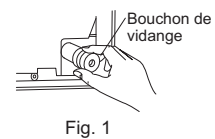

Fig. 1
- Le tuyau de vidange doit être dirigé vers le bas pour faciliter l'écoulement. (Fig. 1)
- Assemblez la conduite de réfrigérant et le tuyau de vidange, appliquez ensuite fermement de la bande de feutre (4) à partir de l'extrémité. La largeur de chevauchement de la bande de feutre (4) doit correspondre au 1/3 de la largeur de la bande. Utilisez une agrafe de bande à l'extrémité de la bande de feutre (4).
- Retirez le bouchon de vidange du côté arrière droit de l'unité interne. (Fig. 1)
- 1) Coupez correctement le tuyau en cuivre avec un coupe-tuyaux. (Fig. 1, 2)